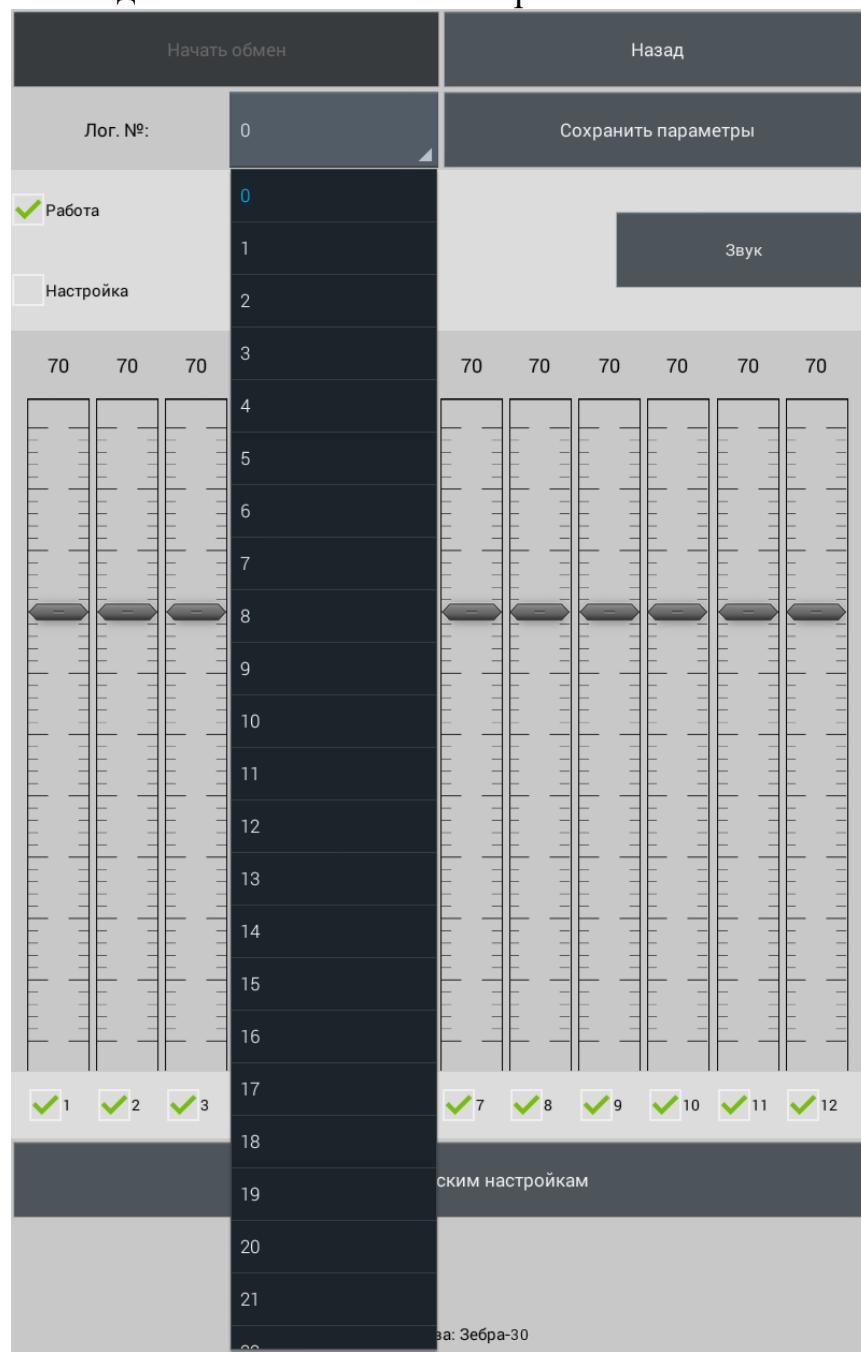

Рисунок 2.20
8) Для смены логического номера необходимо выбрать из списка новый логический номер (рисунок 2.20). После успешной смены логического номера всплывает надпись «Логический номер изменен».